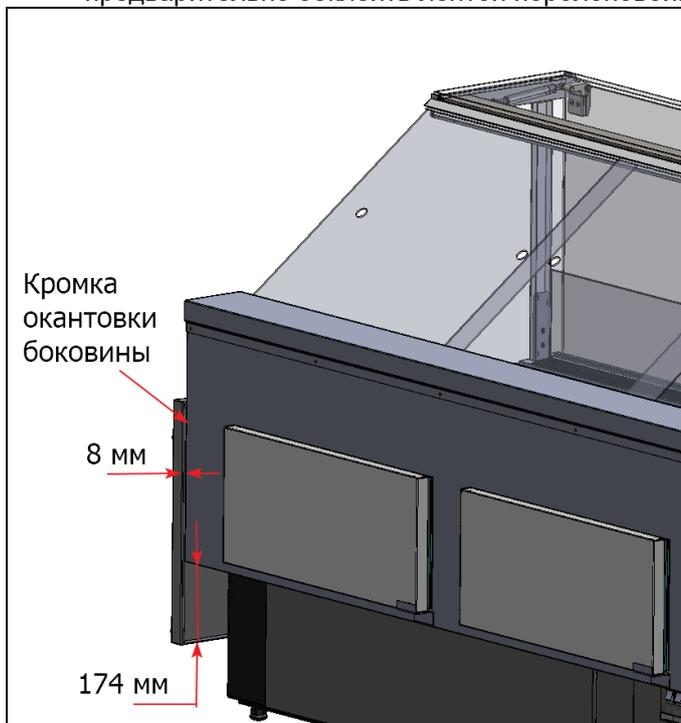

рис. 7
- через кронштейны столешниц шпилькой М6 и гайками с прессшайбой (рис.7).